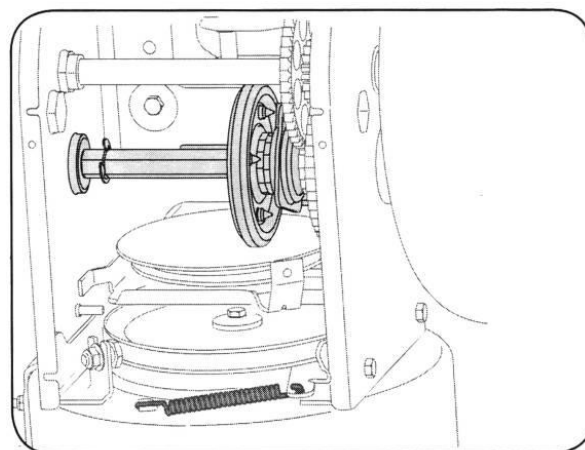

Figure 11
2. Appliquez une fine couche de graisse polyvalente pour toutes les saisons - sur un arbre à six côtés. Reportez-vous à la Figure 11.